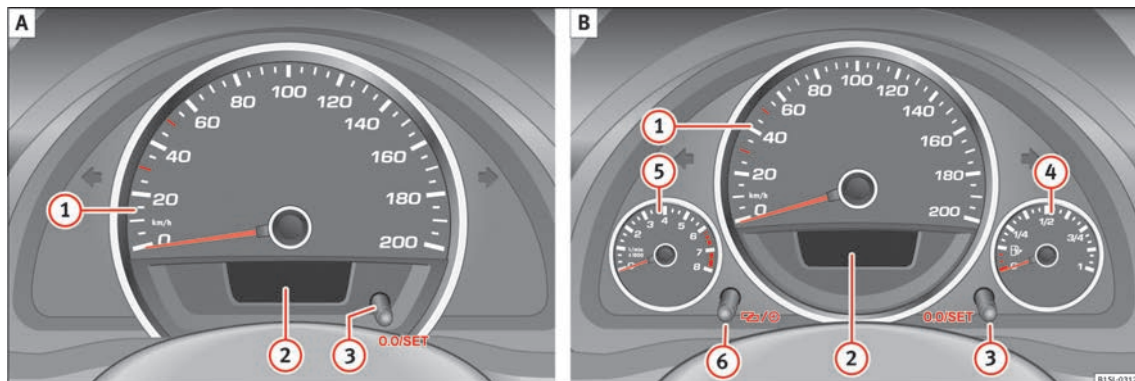

Bild 95 Instrumentpanel, på instrumentbräda: variant 1 (A) och variant 2 (B).
Information om instrumenten » bild 95:
Olika typer av information kan visas på instrumentpanelens display » bild 95 ②, beroende på aktuell utrustning:
Servicepåminnelser visas på instrumentpanelens skärm » bild 95 .